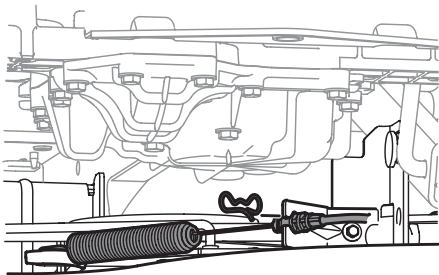

Figure 39
- Retirez la goupille qui fixe le câble de la prise de force au support sur le plateau de coupe, faites glisser le câble hors de la prise de force et décrochez le ressort du support de la poulie de tension (Figure 39).